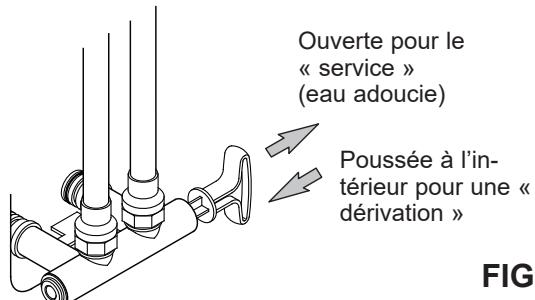
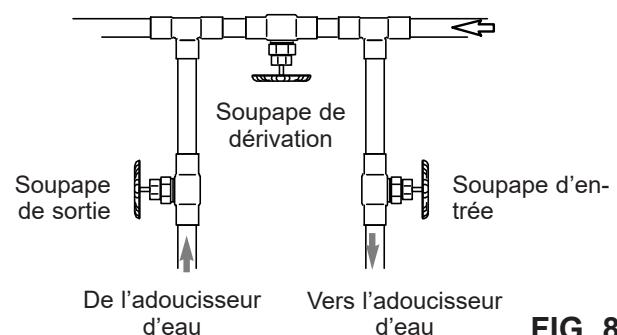

FIG. 7
FIG. 8
Installez une soupape de dérivation simple (inclus), de la manière illustrée à la figure 7, ou, si telle est votre préférence, le système de dérivation à trois robinets (pièces non incluses) en vous reportant à la figure 8. Les robinets de dérivation vous permettent de couper l'eau alimentant l'adoucisseur, au besoin, pour effectuer des travaux d'entretien tout en continuant d'avoir de l'eau dans les tuyaux.
ATTENTION : Le tuyau d'eau froide (en métal) d'une maison est souvent utilisé pour assurer la mise à la terre du circuit électrique de l'habitation. Le mode d'installation de la soupape de dérivation triple illustré à la Figure 8 maintiendra la continuité de la mise à la terre. Si vous utilisez des soupapes de dérivation en plastique sur l'appareil, la continuité sera rompue. Pour rétablir la mise à la terre, procédez comme suit :
3. Placez la ou les soupapes de dérivation en position « dérivation » (voir les figures 7 et 8). Sur une soupape simple, glissez la manette vers l'intérieur pour la dérivation. Pour une soupape de dérivation triple, fermez les robinets d'entrée et de sortie et ouvrez la soupape de dérivation.